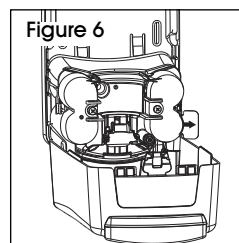

Figure 6
1. Ouvrez le distributeur en appuyant sur l'un des deux loquets à double face jusqu'à ce qu'il se détache. Utilisez quatre piles D de haute qualité (non incluses). (Voir Figure 6)